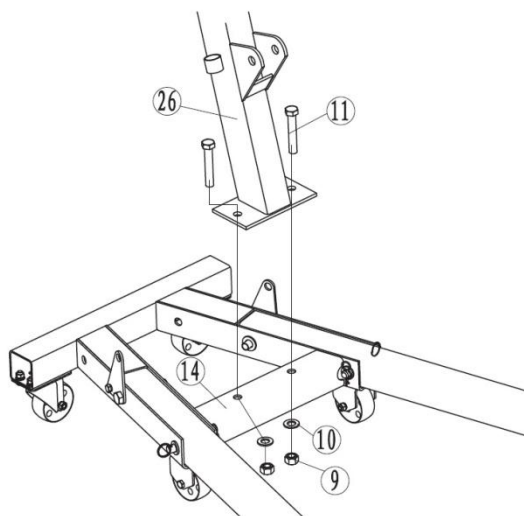

рис. 5
4.6. Установите опорную стойку (26) на основание (14) и закрепите при помощи болтов (11), шайб (10) и гаек (9) - рис.5.